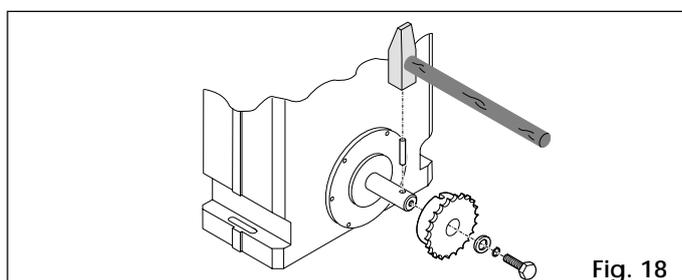

Fig. 18
4.5.1 MOD.820 EMC - 860 MC - 860 EMC (Fig.18 et 19)